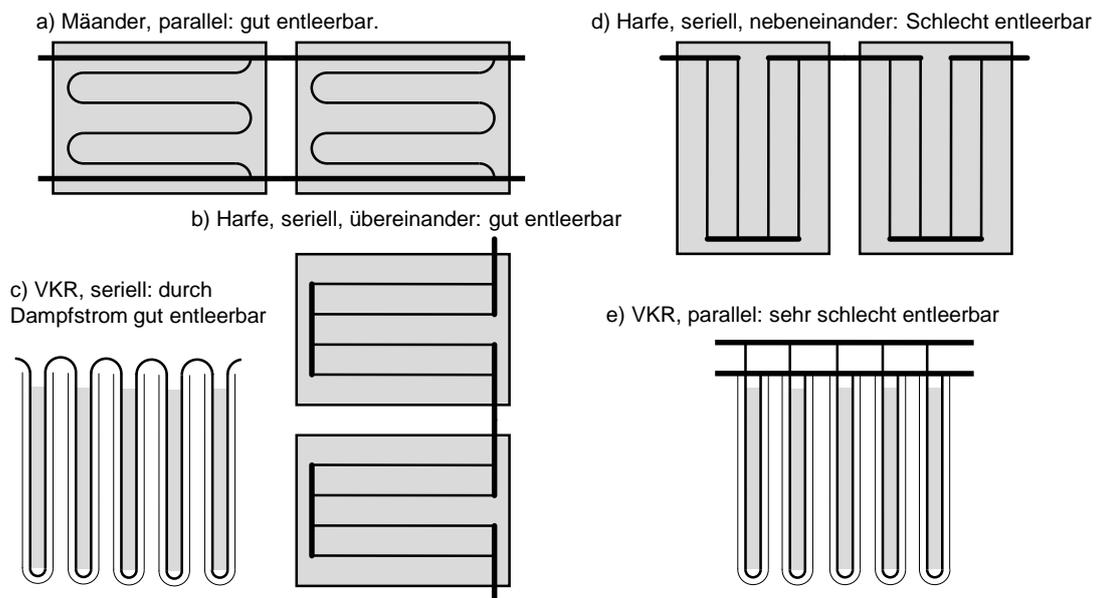

Abbildung 1 Entleerbarkeit verschiedener Kollektorfelder
- Die Entleerbarkeit ist nach Abbildung 1 abhängig von der hydraulischen Verschaltung der Kollektoren.